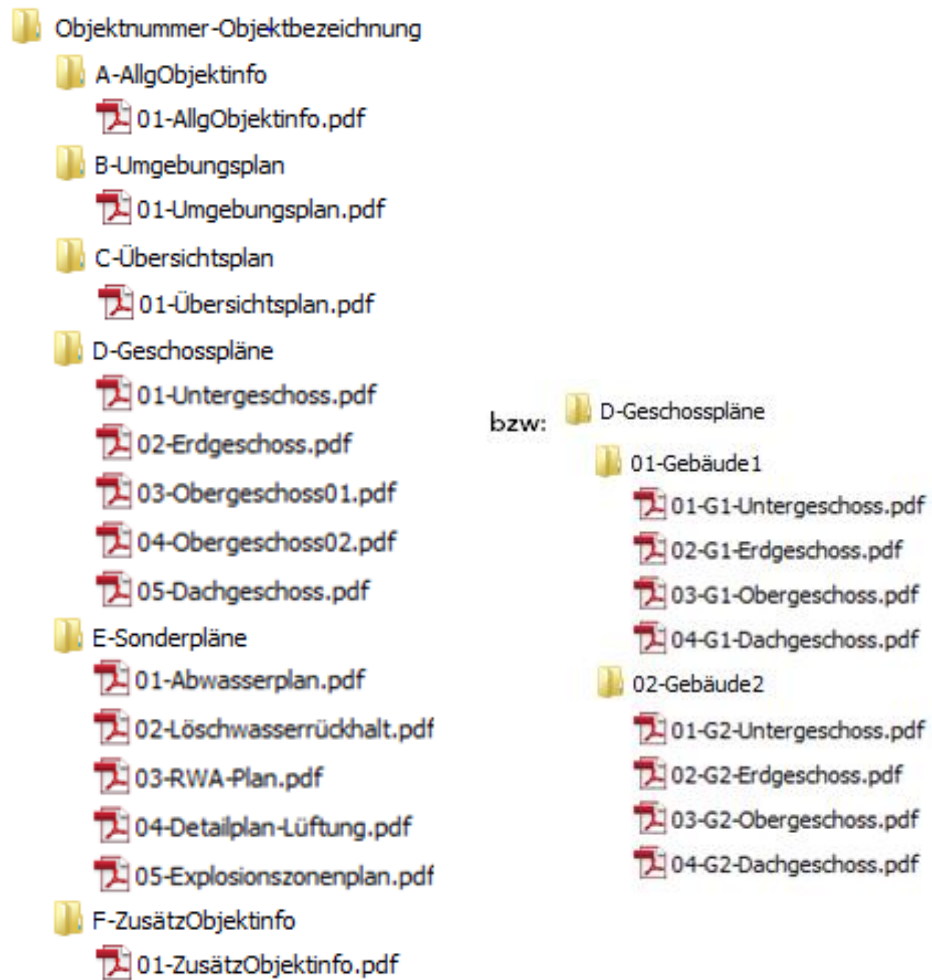

Abb. 2: Übersicht Dateistruktur
- Der Dateiordner ist in der dargestellten Reihenfolge (s. Abb.2) zu unterteilen und entsprechend zu benennen: